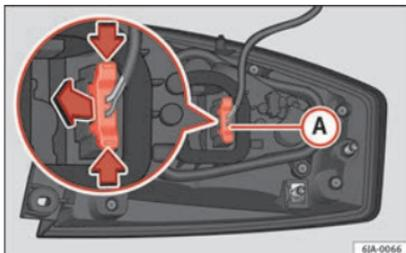

Fig. 99 Connettore del fanale nella parte po-
- Scollegare il connettore **A** » fig. 99 del fa-